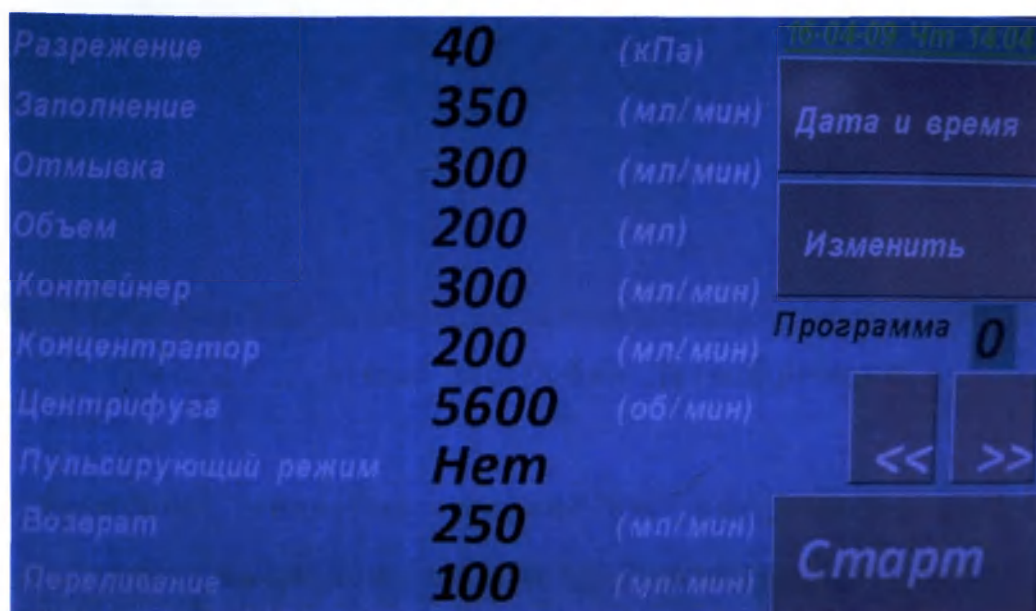

Рис.2.6.1 Меню отображения рабочих параметров.
Дата и время устанавливаются при нажатии соответствующей кнопки сенсорного экрана из меню (рис.2.6.2), измененное значение записывается в память при нажатии «Сохранить». При нажатии кнопки «Выход» происходит возврат в меню отображения рабочих параметров (Рис.2.6.1).
- нажать кнопку «Выход» для возврата в меню отображения рабочих параметров. (Рис.2.6.1.)